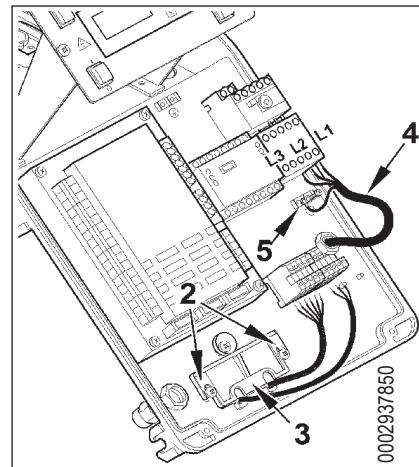

Abbildung 2
- Die Schrauben (2) lockern und nach dem Entfernen der Zugentlastung (3) das Versorgungskabel der Hilfsgeräte und das Kabel der Thermostateleitung durch die Öffnung führen. (Abb. 2). Die Versorgungsdänen (4) an den Schaltschütz anschließen, das Massekabel (5) befestigen und die entsprechende Kableinführung festziehen.